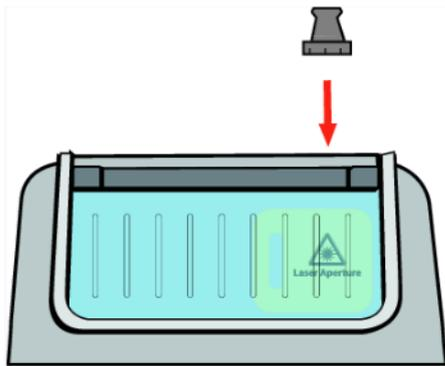

Figure 7: L'accessoire tête de mesure
- Le détenteur de fiole est utilisé pour les matières liquides qui ne sont pas identifiables directement à travers l'emballage (Figure 7).